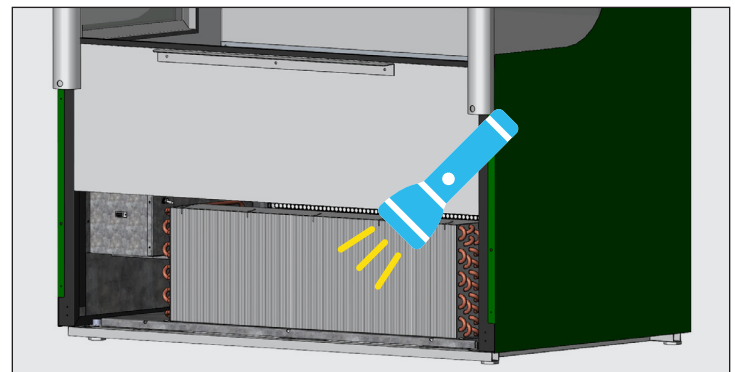

Abb. 5. Prüfen, ob alle Verstopfungen beseitigt wurden.
4. Wenn die Oberfläche des Registers vom Schmutz befreit ist, mit einer Taschenlampe prüfen, ob durch den Wärmetauscher zu sehen ist, wie sich der Lüfterflügel des Verflüssigers dreht. Siehe Abb. 5.